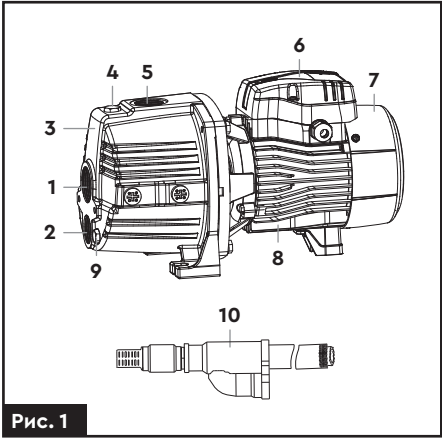

Рис. 1
3. В нижній різьбовий отвір **(2) (рис. 1)** з правою різьбою корпусу насосної частини вкрутіть горизонтальний відрізок труби.
8. В верхній різьбовий отвір **(1) (рис. 1)** з правою різьбою корпусу насосної частини вкрутити горизонтальний відрізок труби.